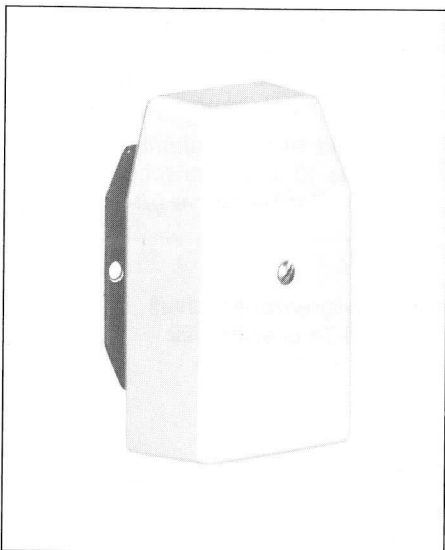

Bild 2 Außenfühler AFA
- Außenfühler (Bild 2)
3.1 Außenfühler AFA (Bild 2)